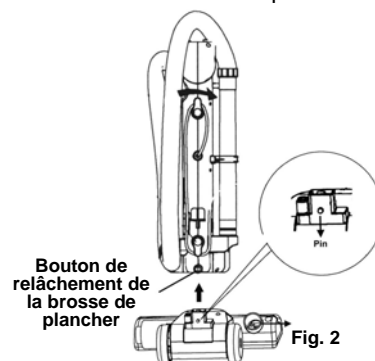

Fig. 2
- Insérez la brosse de plancher dans son emplacement au bas de l'appareil, dans la direction de la flèche. (Fig. 2)